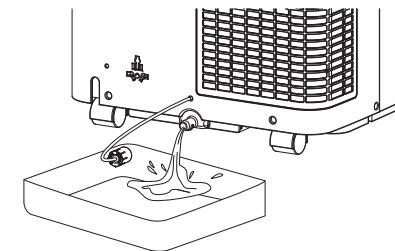

Fig. 1
- Voordat u het opbergt, moet u de rubberen plug aan de onderkant van de afvoeroort (nr. 9) eruit halen en het water laten weglopen. (Fig. 1) Laat de unit enkele uren alleen in de ventilatormodus draaien om eventueel vocht op de koudewisselaar te drogen om zo schimmel te voorkomen.